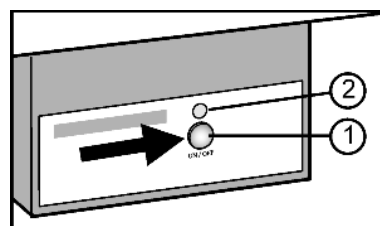

Fig. 14
- ▶ Нажмите и удерживайте кнопку On/Off Fig. 14 (1) так, чтобы светодиод Fig. 14 (2) загорелся.